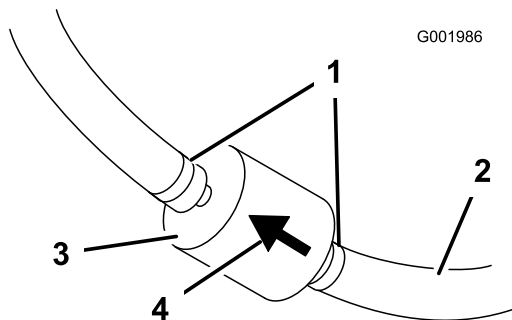

Bild 50
5. Drücken Sie die Enden der Schlauchklemmen zusammen und schieben Sie sie vom Filter weg (Bild 50).